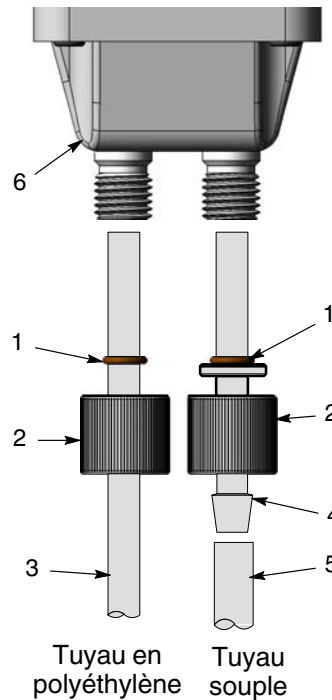

Figure 7 Installation des tuyaux à poudre
1. Voir la figure 7. Retirer un écrou de blocage (2) et le joint torique (1) de la pompe.
2. Glissez l'écrou de blocage sur le tuyau en polyéthylène (3).
4. Enfoncer le tuyau en polyéthylène dans le bloc d'usure (6) jusqu'à ce qu'il touche le fond.
1. Voir la figure 7. Retirer un écrou de blocage de tube (2) et le joint torique (1) de la pompe.
2. Monter le joint torique sur l'adaptateur de tuyau (4) jusqu'à ce qu'il repose contre la bride de l'adaptateur.
3. Monter l'extrémité de l'adaptateur dans le bloc d'usure (6).
5. Pousser le tuyau à poudre (5) sur l'extrémité cannelée de l'adaptateur.